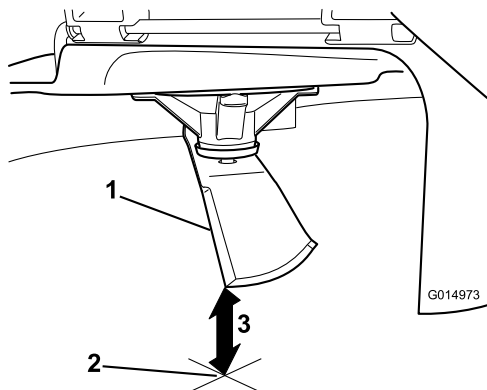

Figura 75
3. Misurate dalla punta della lama alla superficie piana (**Figura 75**).